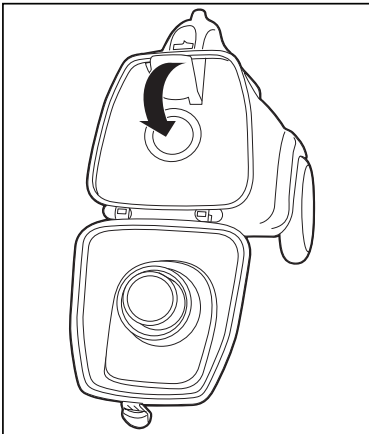

Fig. 11
Étape 3 : Repliez le **VOLET DE FERMETURE DE SAC** et poussez derrière le joint en caoutchouc (Fig. 11).